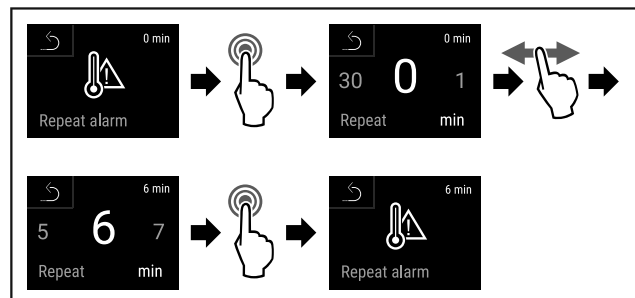

Fig. 143
- ▶ Efectuați pașii de acțiune (vezi Fig. 143).